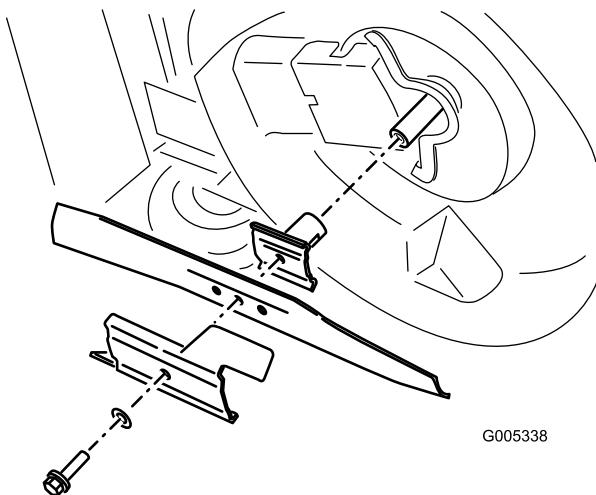

Figure 31
4. Basculez la tondeuse sur le côté (filtre à air en haut) (Figure 31).
Tenez la lame à son extrémité avec un chiffon ou un gant épais. Retirez le boulon de lame, l'accélérateur et la lame (Figure 31).